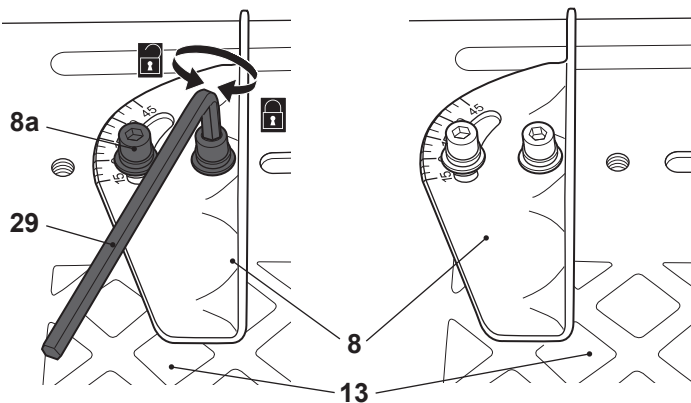

Fig.5
- > Solte os parafusos de montagem (8a) com a chave sextavada (29) e retire-os da mesa de corte (13) junto com os anéis de mola (8b), arruelas (8c) e o medidor de corte angular (8).
- > Coloque o medidor de corte angular (8) na posição desejada e fixe-o na mesa de corte (13) com as arruelas (8c), os anéis de mola (8b) e os pernos de montagem (8a) (Fig. 5).